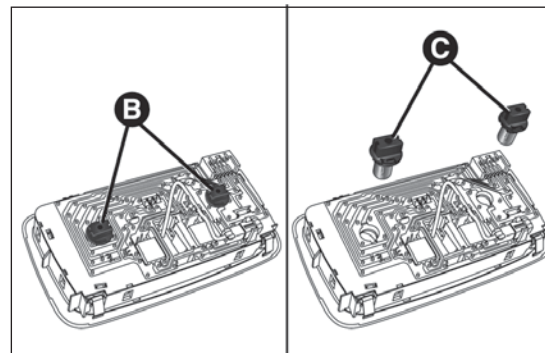

fig. 192
- ☐ svitare le sedi B fig. 192 delle lampade ed estrarre le stesse sfilandole verso l'esterno e successivamente sostituire le lampade C;